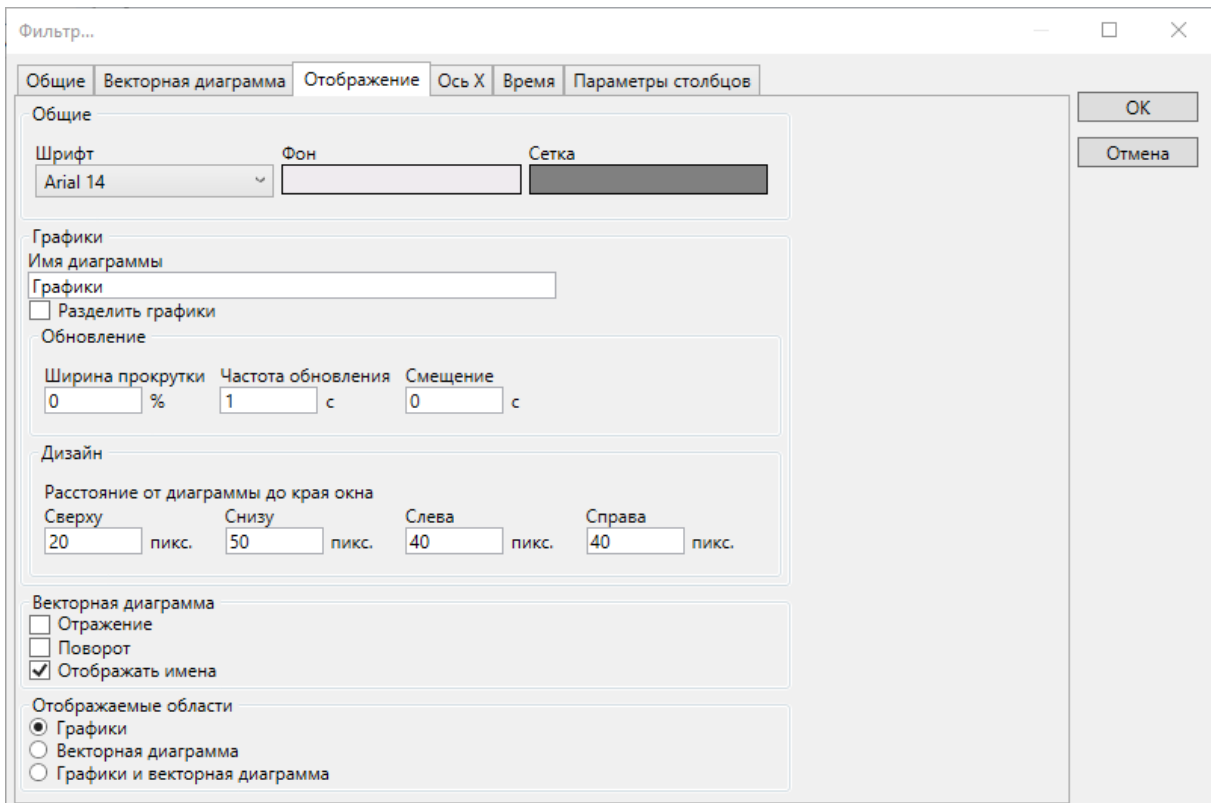

Рисунок 368 – Фильтр трендов. Отображение
– **Отображение** (рисунок 368). В разделе настраиваются шрифты и расположение областей трендов и векторной диаграммы. Перечень и описание параметров раздела **Отображение** фильтра трендов приведены в таблице 268;